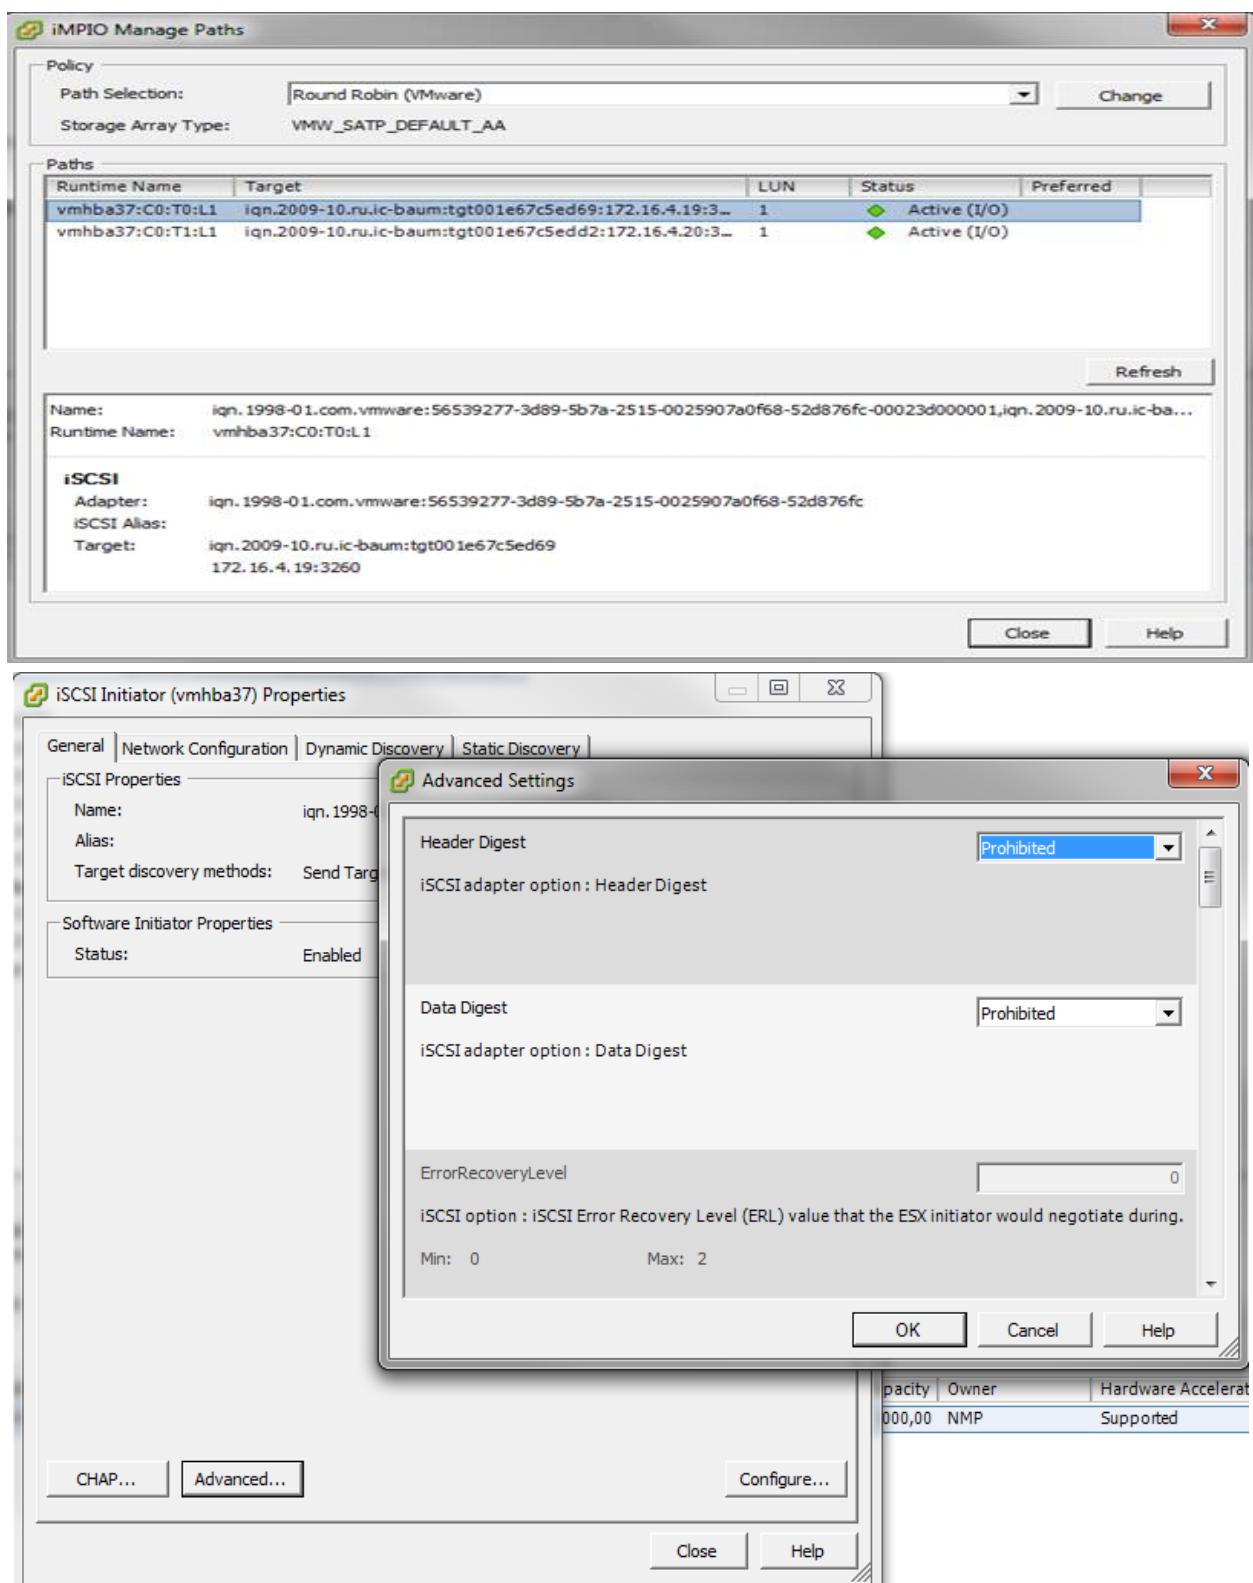

Рисунок 115 – Настройка МPIO
3. Выполните настройку MPIO (см. Рисунок 115).